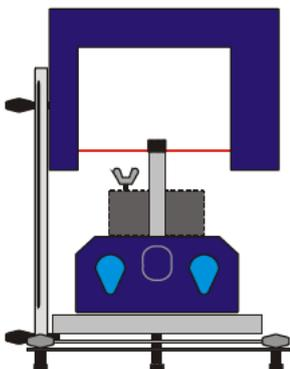

Fig. 2 Orientación de la puerta fotoeléctrica
- Utilizando el soporte se coloca la puerta fotoeléctrica en la marca 10 cm de la escala del carril y se orienta en la altura así que el rayo de luz sea interrumpido sólo por el interruptor y no por el tornillo de mariposa de la masa adicional cuando el carro se ponga en movimiento, ver Fig. 2.